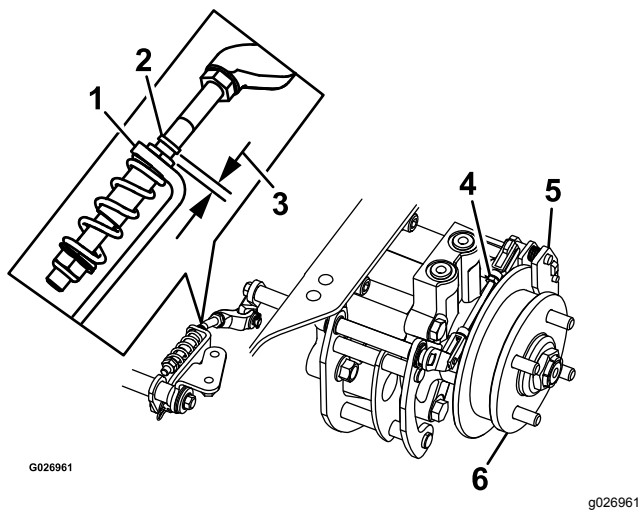

Figure 70
8. Vérifiez si un espace est visible entre le support en L et la butée de tringlerie (Figure 70).